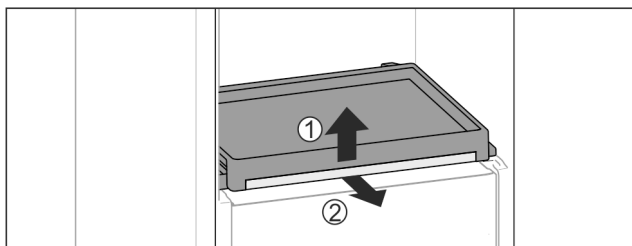

Fig. 111
- Vyjměte vysouvací přihrádku se skleněnou deskou: Skleněnou desku vpředu lehce nadzvedněte Fig. 111 (1) a vytáhněte dopředu Fig. 111 (2).